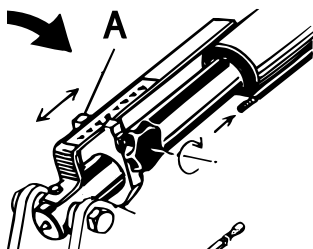

Figure 14.7
Jestliže není nastavení hloubky setí naprogramováno na funkci interaktivní regulace hloubky, lze hloubku setí nastavovat manuálně zasunutím stavěcího svorníku (A) do požadované polohy, viz . "Figure 14.7" Údaje na stupnici nepředstavují absolutní hodnoty hloubky setí v centimetrech, ale slouží pouze jako vodítko. Pokud je hloubka setí příliš nerovnoměrná, je nutné provést nastavení vodorovné polohy stroje, viz "7.1 Nastavení vodorovné polohy" na strani 53.